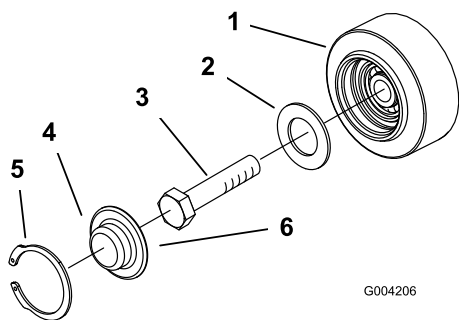

Bild 46
3. Nehmen Sie den Sprengring und die Kappe vom Straßenrad ab (Bild 46).
4. Prüfen Sie das Schmiermittel unter der Kappe und um die Dichtung (Bild 46). Wenn es schmutzig, körnig oder verbraucht ist, entfernen Sie das gesamte Schmiermittel, wechseln Sie die Dichtung aus und fügen Sie neues Schmiermittel hinzu.
6. Setzen Sie die eingefettete Straßenradkappe auf den Schraubenkopf (Bild 46).
7. Befestigen Sie die Straßenradkappe mit dem Sprengring (Bild 46).